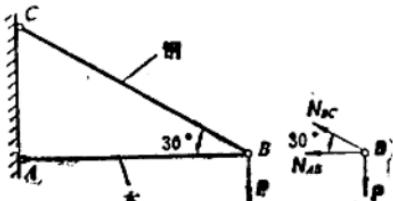

图 1.18
1.18 在图1.18所示简易吊车中， AB 为木杆，其横截面面积 $A_1 = 100 \text{ cm}^2$ ，许用应力 $[\sigma]_{\text{木}} = 7 \text{ MPa}$ ， BC 为钢杆，其横截面面积 $A_2 = 6 \text{ cm}^2$ ，许用应力 $[\sigma]_{\text{钢}} = 160 \text{ MPa}$ ，试求许可吊重 P 。